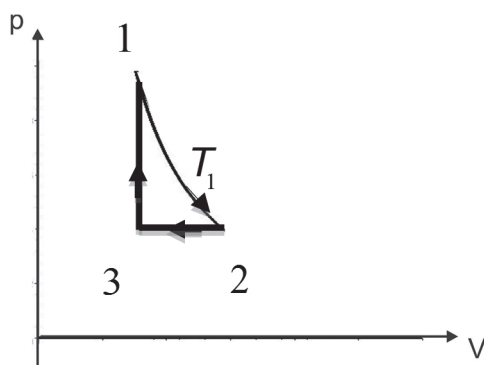

Figura 8.16: Ciclo.
1. A **Figura 8.16** apresenta um processo fechado (ciclo) no qual um gás ideal monoatômico inicialmente com volume $V_1 = 1 \text{ l}$ e temperatura igual a $T_1 = 300 \text{ K}$ e pressão $p_1 = 1,0 \text{ atm}$ sofre os seguintes processos reversíveis: expansão adiabática até o volume $V_2 = 2 \text{ l}$, compressão isobárica até o volume inicial $V_3 = V_1$ e aquecimento isovolumétrico até atingir novamente o seu estado inicial ($V_1 = T_1$). A capacidade calorífica molar a volume constante de um gás monoatômico é $3R/2$.
e) Calcule o rendimento do ciclo da **Figura 8.16**.
e) O rendimento do ciclo representado na **Figura 8.16** é dado por: